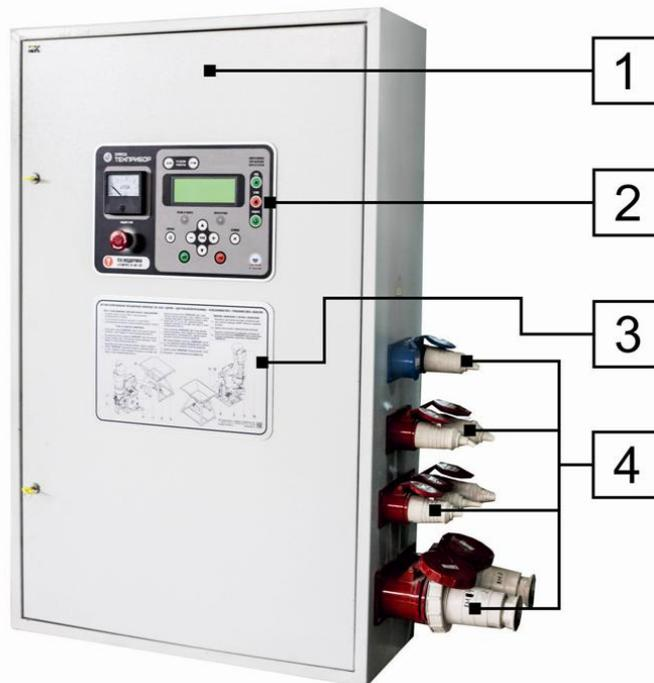
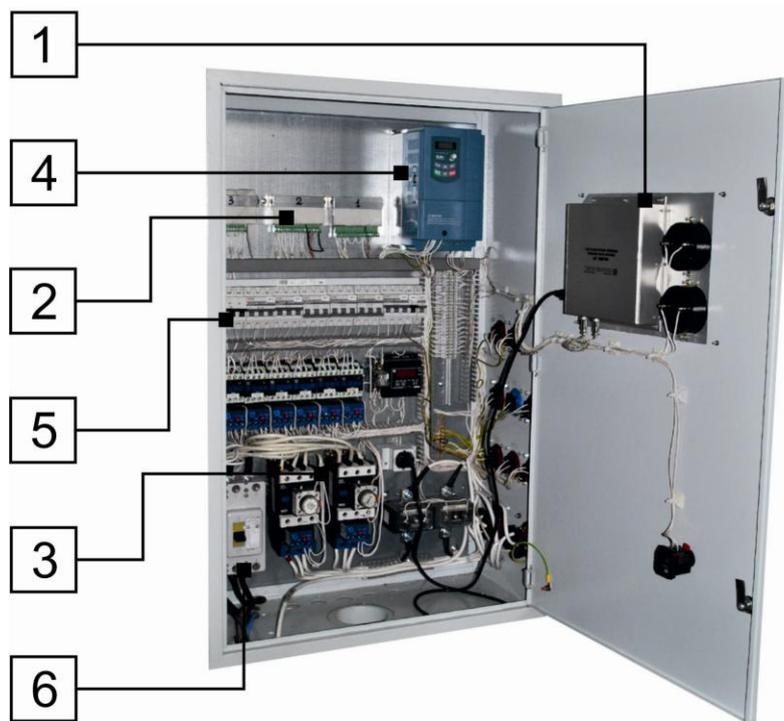

Рис.19 Внешний вид выносного электрического пульта
Рис.20
Узел рассеивания (Рис.20) состоит из корпуса (1) в виде усеченной перевернутой пирамиды, установленного на основании (18), рамы (2), на которой закреплена сетка (3). В нижней части рамы (2) установлен электромеханический вибратор (4) ЭЭВ-2.5-25. В направлении движения крупных частиц сырья по поверхности сетки (3) установлен экран – «перелив» (5), служащий для предотвращения попадания не успевших просеяться тонких частиц в гибкий рукав (6) и далее в патрубок вывода (7). Чтобы избежать поступления воздуха в корпус (1), который во время работы изделия находится под разрежением, к патрубку вывода (7) с помощью штуцера (16) и гибкого рукава (17) присоединен шлюзовой затвор (8) выгрузки крупных частиц. Во время работы изделия частицы сырья, размеры которых превышают размеры ячеек сетки, высыпается через разгрузочный патрубок шлюзового затвора (8) в ведро или другую емкость.
Внешний вид выносного электрического пульта с блоком автоматического управления режимами работы изделия БАУ «МИКРОН» представлен на Рис. 19, внутреннее устройство на Рис. 20, лицевая панель с элементами управления на Рис. 21, схема электрическая принципиальная на Рис. 22, перечень использованных электрических компонентов содержится в таблице 3, рекомендованные сечения питающих проводов ПВС в таблице 4.
Выносной электрический пульт с блоком автоматического управления режимами работы изделия БАУ «МИКРОН» (далее по тексту – пульт БАУ) (Рис.19) состоит из щита (1), лицевой панели управления (2) с жидкокристаллическим дисплеем, мнемосхемы (3), стационарных розеток (4).
Внутри щита (Рис.20) расположен основной блок (1), распределенные модули (2), пусковая аппаратура (3), частотные преобразователи (4), автоматические выключатели (5), вводный защитный автомат (6).